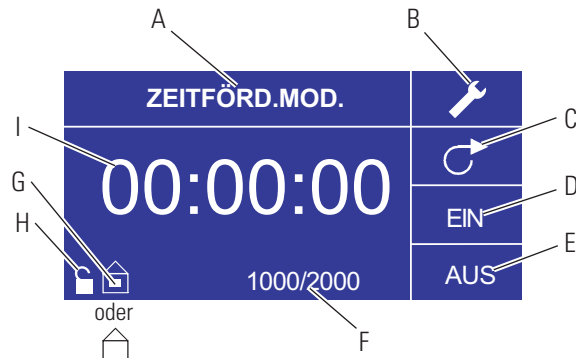

Abbildung 3-4. Zeitförderungsmodus-Bildschirm
- I. **Zeitanzeige:** Die Stellen in der Mitte zeigen die Restzeit des Antriebs für EIN oder AUS, die auf der rechten Seite des Bildschirms hervorgehoben ist (Position D oder E, Abbildung 3-4).
6. **Einstellen der EIN-Zeit:** Zum Einstellen der EIN-Zeit verwenden Sie die Richtungspfeile und die EINGABETASTE, um das EIN-Feld zu wählen (siehe Position D, Abbildung 3-4). Damit heben Sie den Zeitgeber in der Mitte des Bildschirms hervor (siehe Position I, Abbildung 3-4). Wenn Sie die EINGABETASTE erneut drücken, kann der Zeitgeber mit dem AUF- und ABWÄRTS-Pfeil eingestellt werden. Springen Sie mit den LINKS-/RECHTS-Pfeilen von einer Stelle zur anderen. Nach Auswahl der optimalen EIN-Zeit die EINGABTASTE erneut zur Validierung drücken. Der Antrieb wird jetzt so lange laufen, wie Sie es in der Mitte des Bildschirms eingestellt haben.
7. **Einstellen der AUS-Zeit:** Zum Einstellen der AUS-Zeit verwenden Sie die Richtungspfeile und die EINGABETASTE, um das AUS-Feld zu wählen (siehe Position E, Abbildung 3-4). Damit heben Sie den Zeitgeber in der Mitte des Bildschirms hervor (siehe Position I, Abbildung 3-4). Wenn Sie die EINGABETASTE erneut drücken, kann der Zeitgeber mit dem AUFWÄRTS- und ABWÄRTS-Pfeil eingestellt werden. Springen Sie mit den LINKS-/RECHTS-Pfeilen von einer Stelle zur anderen. Nach Auswahl der optimalen AUS-Zeit die EINGABTASTE erneut zur Validierung drücken. Der Antrieb wird jetzt so lange gestoppt, wie Sie es in der Mitte des Bildschirms eingestellt haben. (**HINWEIS:** Wenn die AUS-Zeit auf 00:00:00 eingestellt wird, erfordert der Antrieb eine START/STOPP-**eingabe** vom Tastenfeld aus oder vom I/O-Anschluss aus, um mit der nächsten Förderung zu beginnen.
8. **Auswahl der Losgröße:** Vor dem Betrieb des Antriebs zu den ausgewählten EIN- und AUSSchaltzeiten wählen Sie eine Losgröße für den Betrieb. Dazu verwenden Sie die Richtungstasten und die EINGABETASTE zur Auswahl des BATCH-Symbols (siehe Position F, Abbildung 3-4). Drücken Sie im Batch-Zahl-Bildschirm die EINGABETASTE und verwenden Sie dann die AUFSWÄRTS- und ABWÄRTS-Pfeile, um die gewünschte Losgröße auszuwählen. Springen Sie mit den LINKS-/RECHTS-Pfeilen von einer Stelle zur anderen. Drücken Sie die EINGABETASTE erneut, um die ausgewählte Losgröße zu bestätigen. Wenn diese Zahl auf Null (0) eingestellt ist, läuft der Antrieb auf unbestimmte Zeit und das ∞ Symbol wird angezeigt. Wählen Sie mit den Pfeiltasten BEENDEN, um zum Zeitförderungsmodus-Betriebs-Bildschirm zurück zu kehren.
10. **Batch zurücksetzen:** Dazu verwenden Sie die Richtungstasten und die EINGABETASTE zur Auswahl des LOS-Symbols (siehe Position F, Abbildung 3-4). Verwenden Sie im Batch-Zahl-Bildschirm die Pfeiltasten, um ZURÜCKSETZUNG zu wählen und drücken Sie dann die EINGABETASTE, um die Batch-Zahl zurück zu setzen; wählen Sie BEENDEN, um zum Hauptbildschirm für den Zeitförderungsmodus-Betrieb zurück zu kehren.